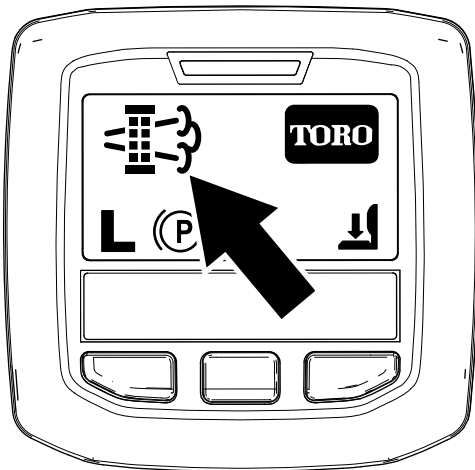

Figura 43
- Cuando la computadora del motor solicita una regeneración estacionaria o de recuperación, aparece el icono de solicitud de regeneración (Figura 43) en el InfoCenter.